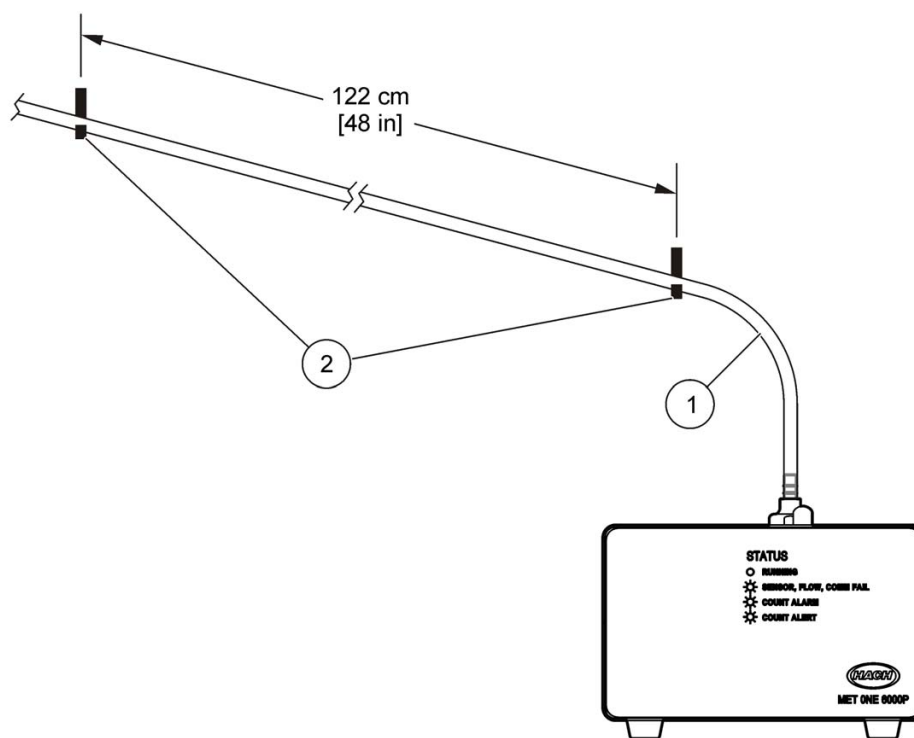

Figure 5 Directives d'installation de la tuyauterie
3. Maintenir le tube avec des crochets ou des attaches de câble à intervalles réguliers distant de moins de 4 pieds . S'assurer que le tube a un rayon de courbure minimum de 10 cm (4 pouces) (Figure 5).